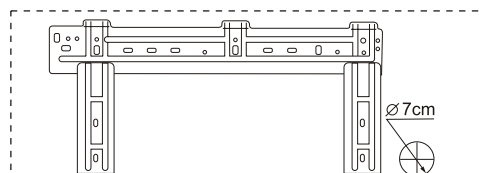

fig. 5
4. Fixe principalmente as extremidades do suporte e próximo aos encaixes e travas da unidade interna (fig. 5).